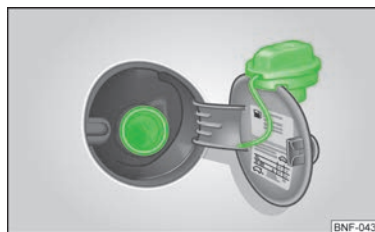

Fig. 95
En un adhesivo pegado en el lado interior de la tapa del depósito se indican el tipo adecuado de combustible para su vehículo, así como el tamaño de neumático y la presión de inflado del mismo » fig. 95 de la página 106.
- Abrir la tapa del depósito de combustible con la mano » fig. 95.
- Desenroscar hacia la izquierda el tapón de cierre del depósito y colocarlo desde arriba en la tapa del depósito » fig. 95.